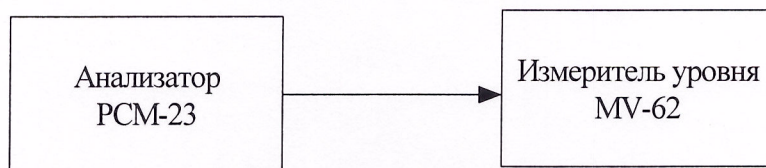

Рис.8.11.
8.3.11.1. Определение диапазона выходного уровня шума генератора проводится с помощью указателя уровня MV-62 (рис.8.11).
8.3.11.5. Определение диапазона уровня шума при относительных выходных уровнях генератора РСМ-23 проводится с помощью указателя уровня MV-62 (рис.8.11).